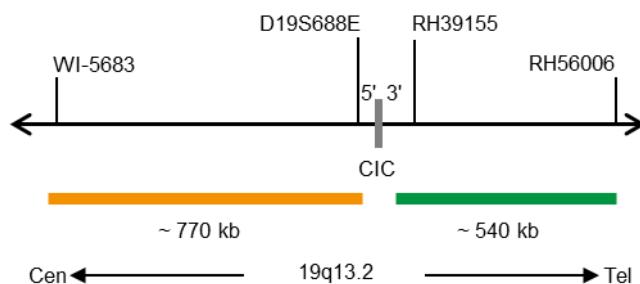

Abb. 1: SPEC CIC Sondenlokalisation (nicht maßstabsgetreu)
- ZyGreen (Anregung 503 nm/Emission 528 nm) markierten Polynukleotiden (~10 ng/μl), die gegen Sequenzen in 19q13.2* (chr19:42,835,047-43,374,575) gerichtet sind, welche distal zur CIC-Bruchpunktregion lokalisiert sind (siehe Abb. 1).
- ZyOrange (Anregung 547 nm/Emission 572 nm) markierten Polynukleotiden (~4,5 ng/μl), die gegen Sequenzen in 19q13.2* (chr19:41,980,301-42,751,339) gerichtet sind, welche proximal zur CIC-Bruchpunktregion lokalisiert sind (siehe Abb. 1).